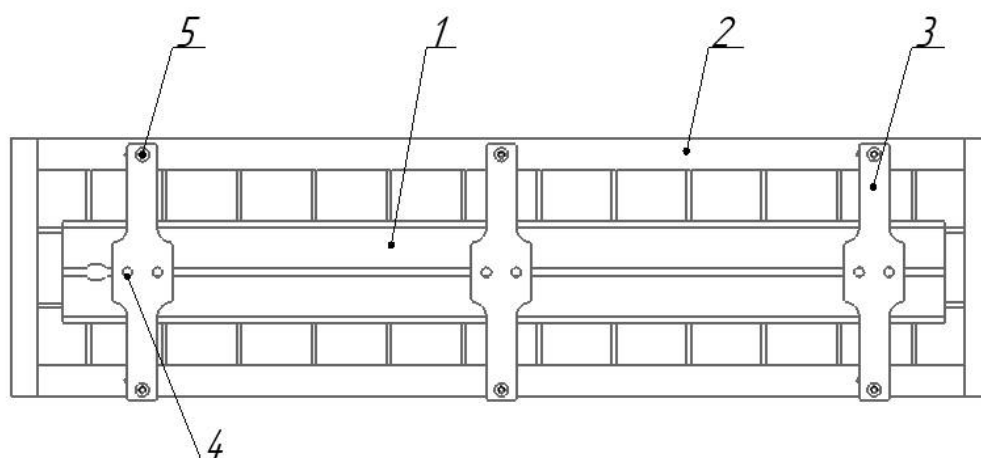

Рисунок 3 - Схема крепления решетки к светильнику
5.3.5 Прикрепить защитную решетку к пластинам рис. 3.